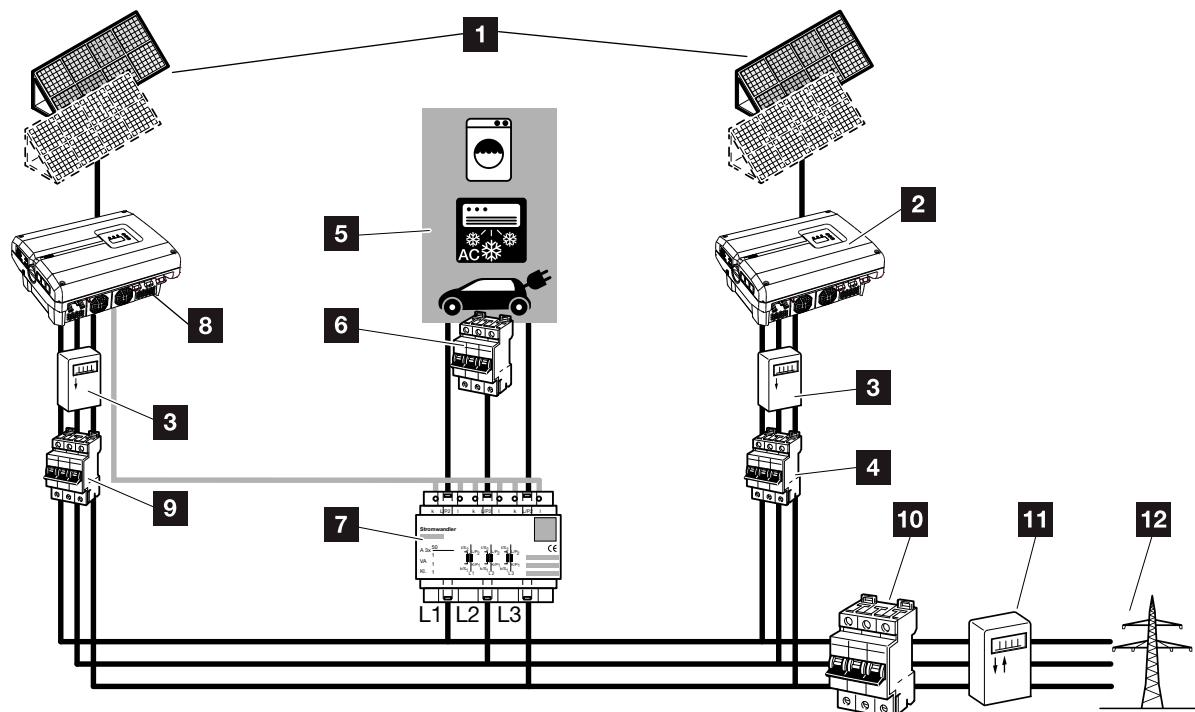
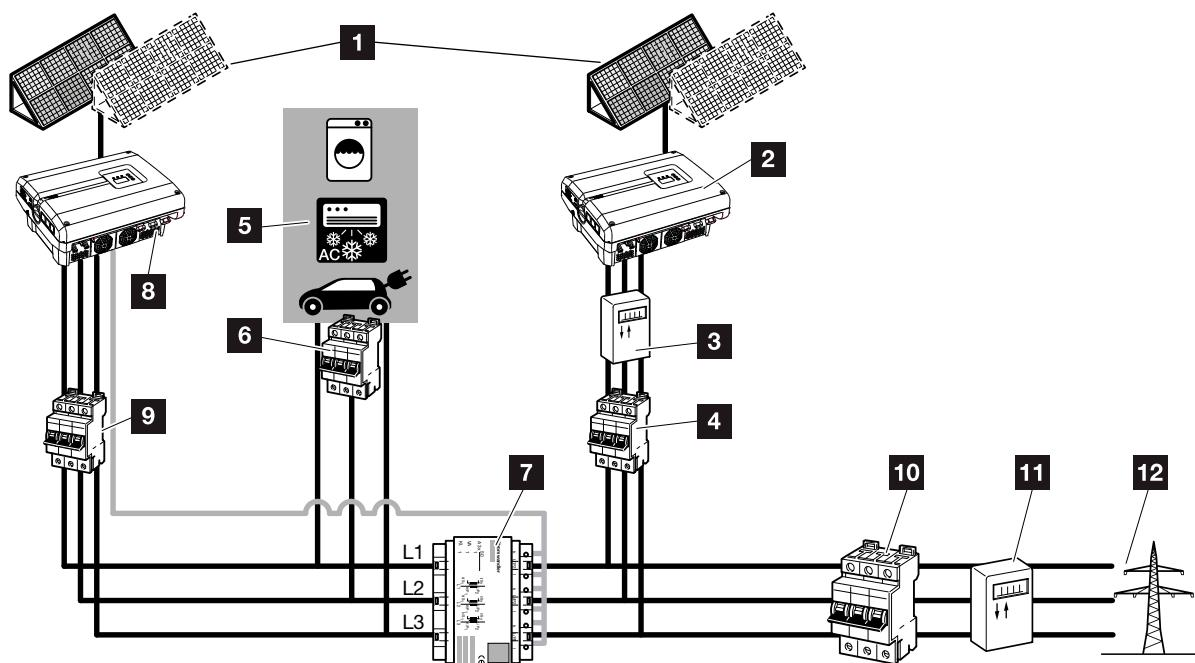

Fig. 73: Conexão de vários inversores - Posição do sensor de corrente no modo 1 - Dados de consumo doméstico
Fig. 74: Conexão de vários inversores - Posição do sensor de corrente no modo 2 - Dados de consumo de rede
2. Integre o inversor no sistema conforme ilustrado nas figuras  **Fig. 73, Fig. 74** e conecte-o de forma adequada